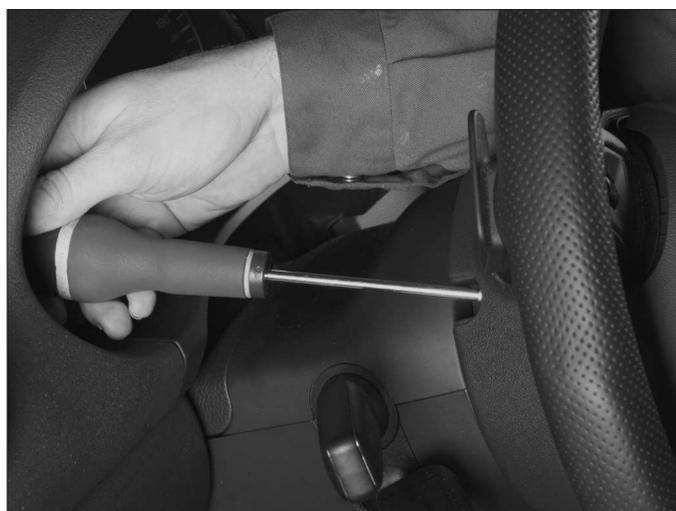

FIG. 4
- Dévisser (sans la déposer) la vis à l'aide d'un tournevis à empreinte Torx T25 (Fig.4).